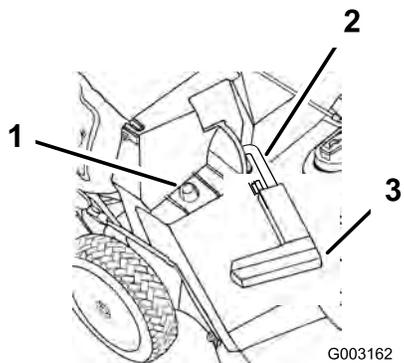

Figure 18
- Vérifiez que la poignée du volet d'éjection est complètement abaissée vers l'avant et que le goujon est bien engagé dans son logement (Figure 18).
- Accrochez le cadre du bac par le trou sur l'ergot de retenue situé sur l'éjecteur (Figure 18).
- Soulevez la poignée du volet d'éjection et poussez-la vers l'avant jusqu'à ce que l'ergot de verrouillage s'engage dans le logement (Figure 18).